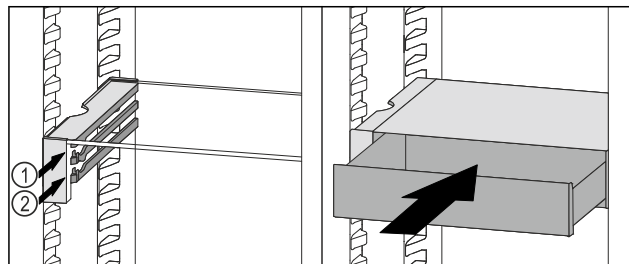

Fig. 114
- Plasser VarioSafe-skuffen bak stopperne på ønsket rille Fig. 114 (1) eller Fig. 114 (2).